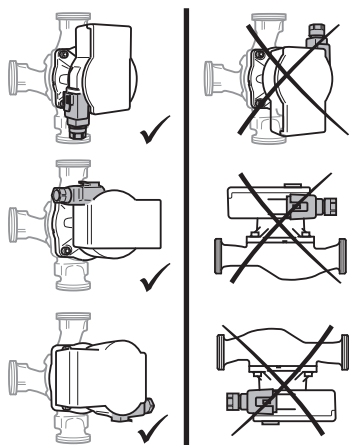

Fig. 2: Монтажные положения
- Место установки выбирать с учетом допустимого монтажного положения (Fig. 2).
- Учитывать допустимое монтажное положение (Fig. 2) насоса, при необходимости повернуть головку электродвигателя (2+6).
- Удерживать головку электродвигателя (2+6) и выкрутить 4 винта корпуса (5). **ВНИМАНИЕ!** Повреждение внутреннего уплотнения приводит к негерметичности. **Осторожно повернуть головку электродвигателя, не вынимая ее из корпуса насоса.**
- Учитывать допустимое монтажное положение (Fig. 2) и стрелку на корпусе насоса (1), которая показывает направление потока.
- Затянуть 4 винта корпуса (5).